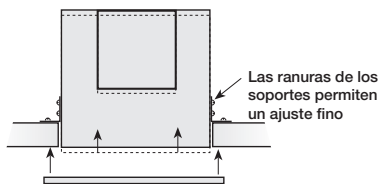

Figura 5
4. Coloque la unidad entre las vigas. Coloque los soportes de modo que el borde inferior de la carcasa quede a ras con el cielo acabado y apriete los soportes de montaje ajustables; consulte la Figura 5.